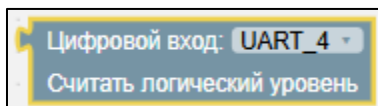

Рисунок 69 – Блок «Цифровой вход: UART\_X»
- 2) Блок «Цифровой вход: UART\_X» (см. Рисунок 69) – конфигурирует выбранный аппаратный UART для работы в режиме цифрового входа и считывает текущее логическое состояние на его входной линии.